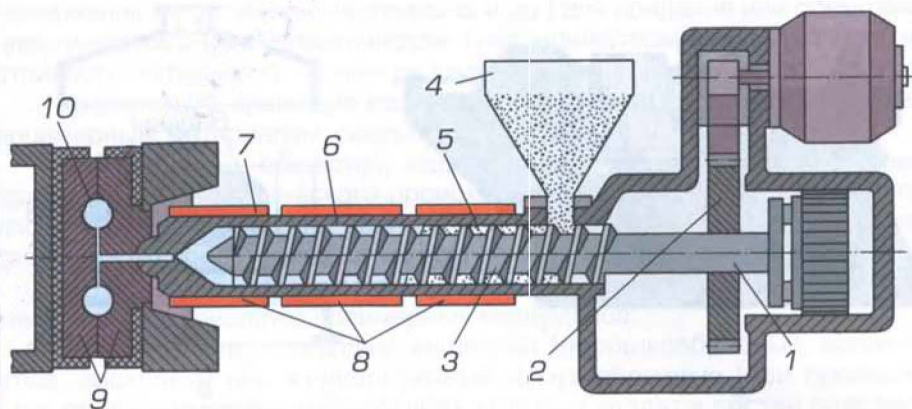

Рис. 121. Машина для литья изделий из полимерных материалов:
**Литьё под давлением** производится при помощи **литьевой машины** – в обогреваемом цилиндре машины (рис. 121) гранулированный или порошкообразный материал размягчается (плавится) и перемешивается. **Расплав впрыскивается в замкнутую литьевую форму** по её литнико-